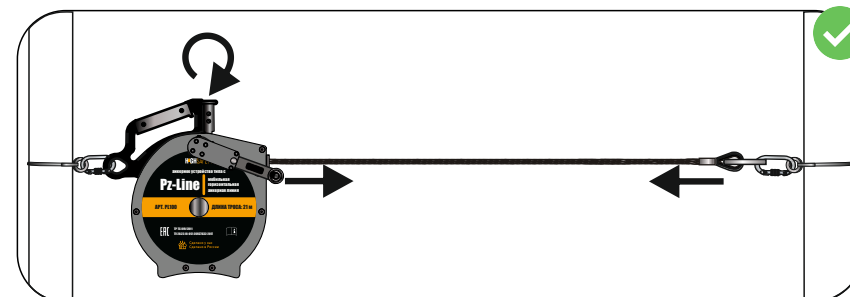

рис. 10
- Подсоедините ручку натяжения троса к верхнему выходу и устраните излишнее провисание троса (рис. 10), вращая ее по часовой стрелке. Трос следует натягивать до щелчка и до наступления легкого проворачивания ручки натяжения троса по отношению к корпусу ручки. При отпускании ручки натяжения троса она возвратится в исходное положение на одной линии с корпусом ручки.